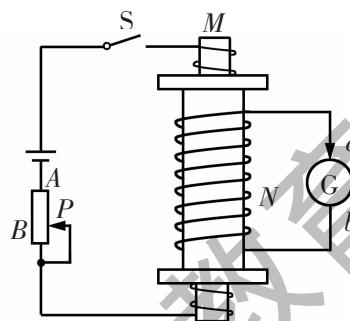

图 1-3-11
5. 如图 1-3-11 所示的装置，原线圈 M 与电源相连接，副线圈 N 与电流表 G 相连接. 如果副线圈中产生的感应电流 i 从 a 到 b 流过电流表，则这时正在进行的实验过程是什么？